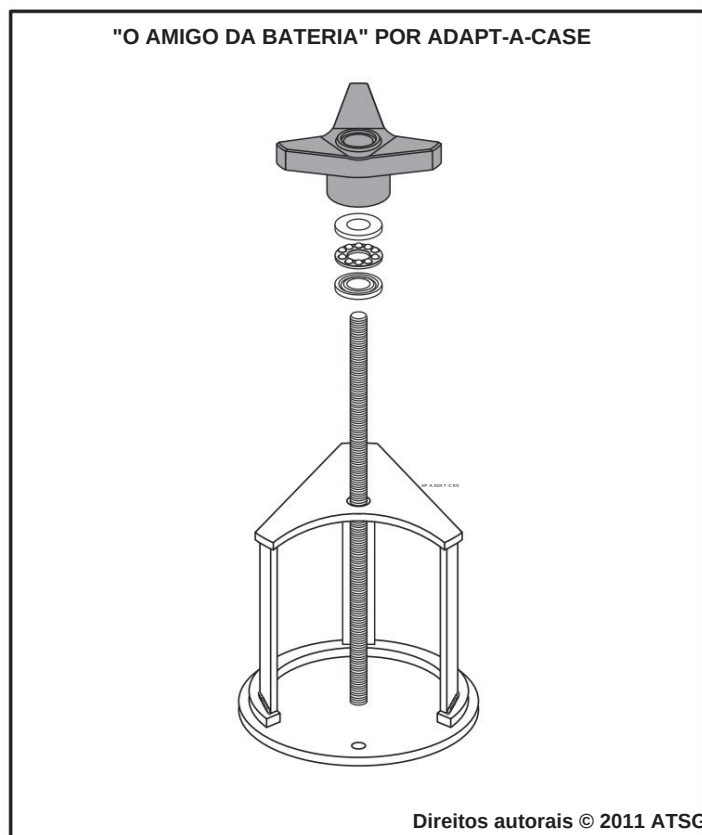

Figura 74
21. O "Drum-Buddy" da Adapt-A-Case funciona muito bem em uma ampla variedade de unidades e é mostrado na Figura 74.